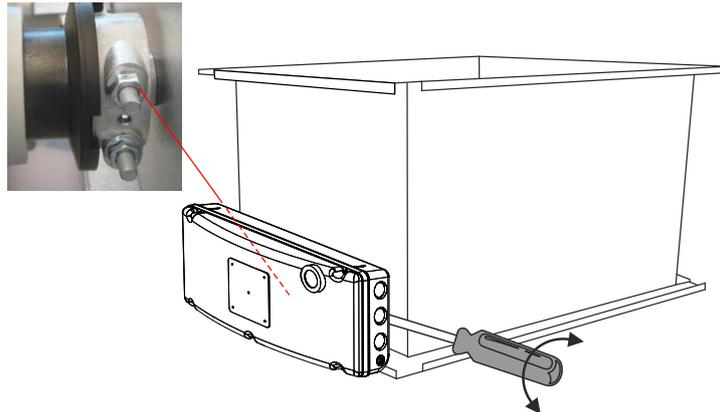

Abb. 13: Die beiden Muttern an der Welle lösen.
- 1) Die beiden Muttern an der Welle zwischen DA 74CO und Verteilungsschieber lösen. Siehe Abb. 13.
- 4) Die beiden Muttern werden wieder angezogen. Siehe Abb. 13.